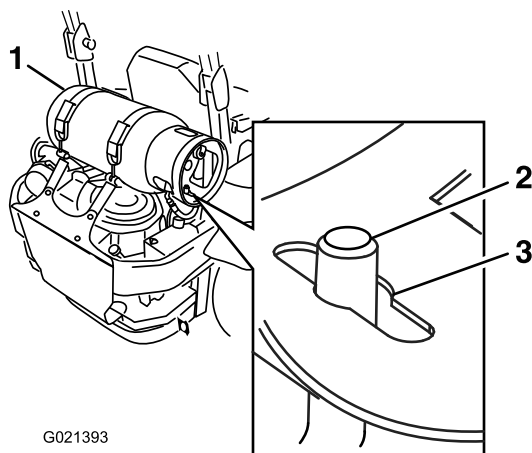

Figure 8
11. Alignez le trou central sur la goupille de montage qui dépasse sur la tondeuse, comme illustré à la Figure 8.